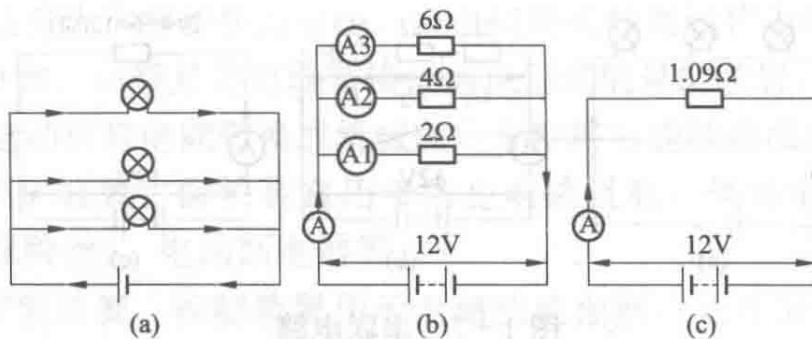

图 1-9 并联电路
(2) 并联。并联电路是将几个负载的一端和另一端分别于电源相连，如图 1-9 所示。
- ① 电路中，通过各分路的电压相等。
- ② 电路中的总电流，等于各分路电流的总和。
- ③ 电路中的总电阻小于分路中最小的电阻。